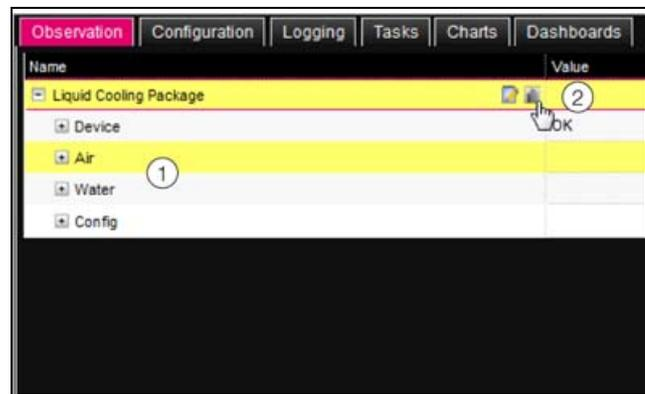

Imagen 83: Estructura de árbol
Si tras la selección del nivel «Liquid Cooling Package» se muestran las entradas secundarias «Device», «Air», «Water», etc. (imagen 83) debe realizar lo siguiente para pasar a la representación gráfica:
■ Haga clic sobre el símbolo de color «Grafik» tras la entrada «Liquid Cooling Package» en forma de diagrama (imagen 83, pos. 2).
La indicación cambia a la estructura de árbol (imagen 83) y podrá acceder a cada uno de los valores de ajuste para el Liquid Cooling Package.